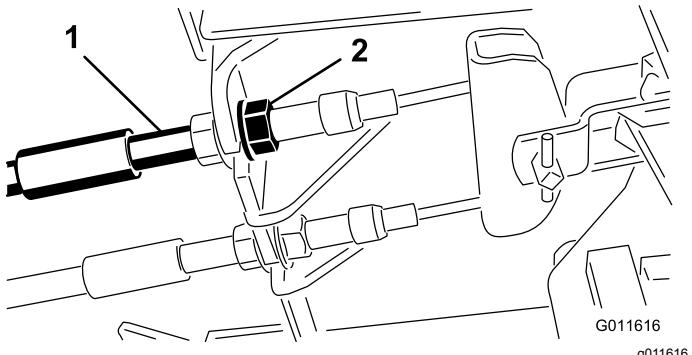

Figura 43
1. Para reduzir a folga dos pedais dos travões, aperte os travões desapertando a porca dianteira que se encontra na extremidade roscada do cabo dos travões (Figura 43).